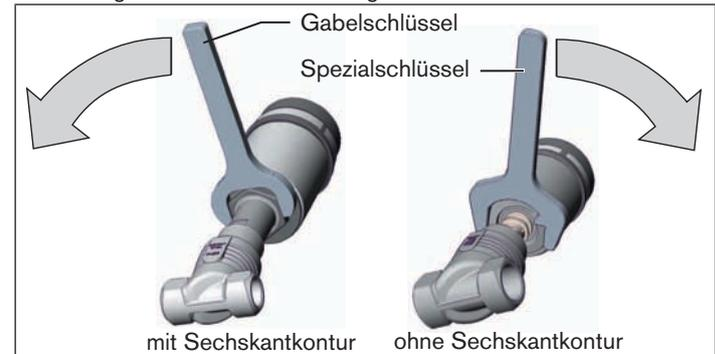

Bild 12: Drehen mit Gabelschlüssel / Spezialschlüssel
- Den Antrieb **nur im vorgegebenen Richtungssinn** drehen (siehe „Bild 12“)!